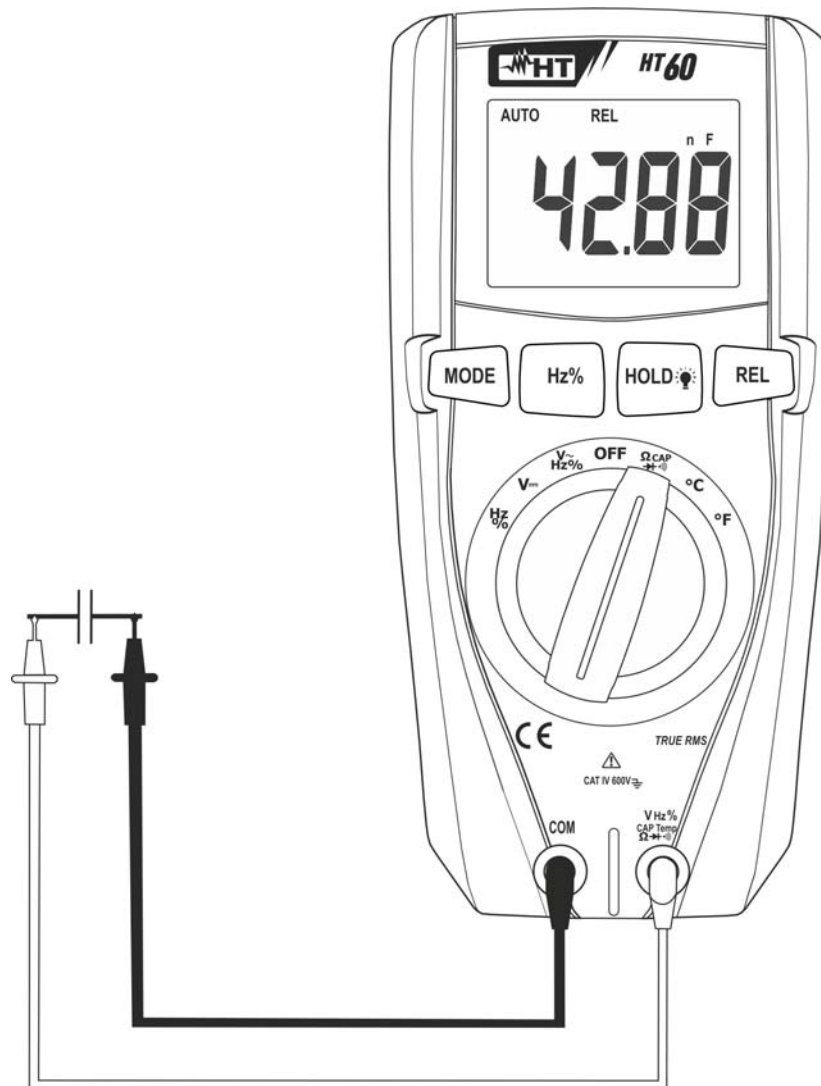

Abb. 7: Verwendung des Gerätes für Kapazitätsmessung
5. Verbinden Sie die Messleitungen mit den beiden Enden des zu messenden Kondensators und dabei achten Sie, auf die positive (rotes Kabel) und negative (schwarzes Kabel) Polarität (siehe Abb. 7). Der Kapazitätswert erscheint auf dem Display.